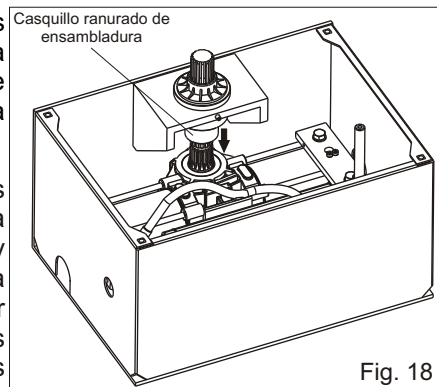

Fig. 18
**Engrasar el casquillo ranurado de junta a través del apropiado engrasador hasta que salga hacia afuera la grasa ambos lados (Fig. 18).** ⚠